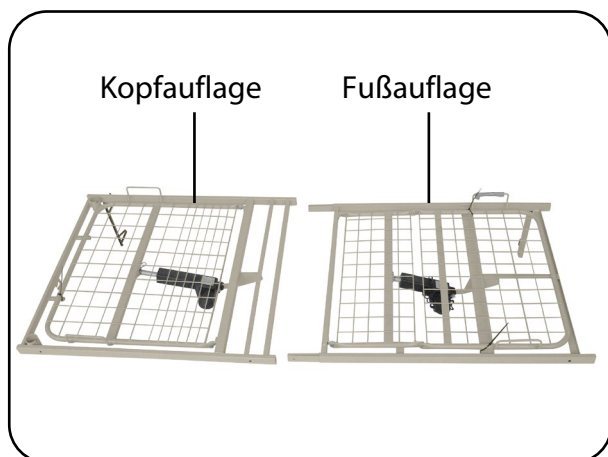

Abb. 4.03 – Liegeflächenhälften mit Metallgitter
- 1 x Kopfauflage (Abb. 4.03)
- 1 x Fußauflage (Abb. 4.03)